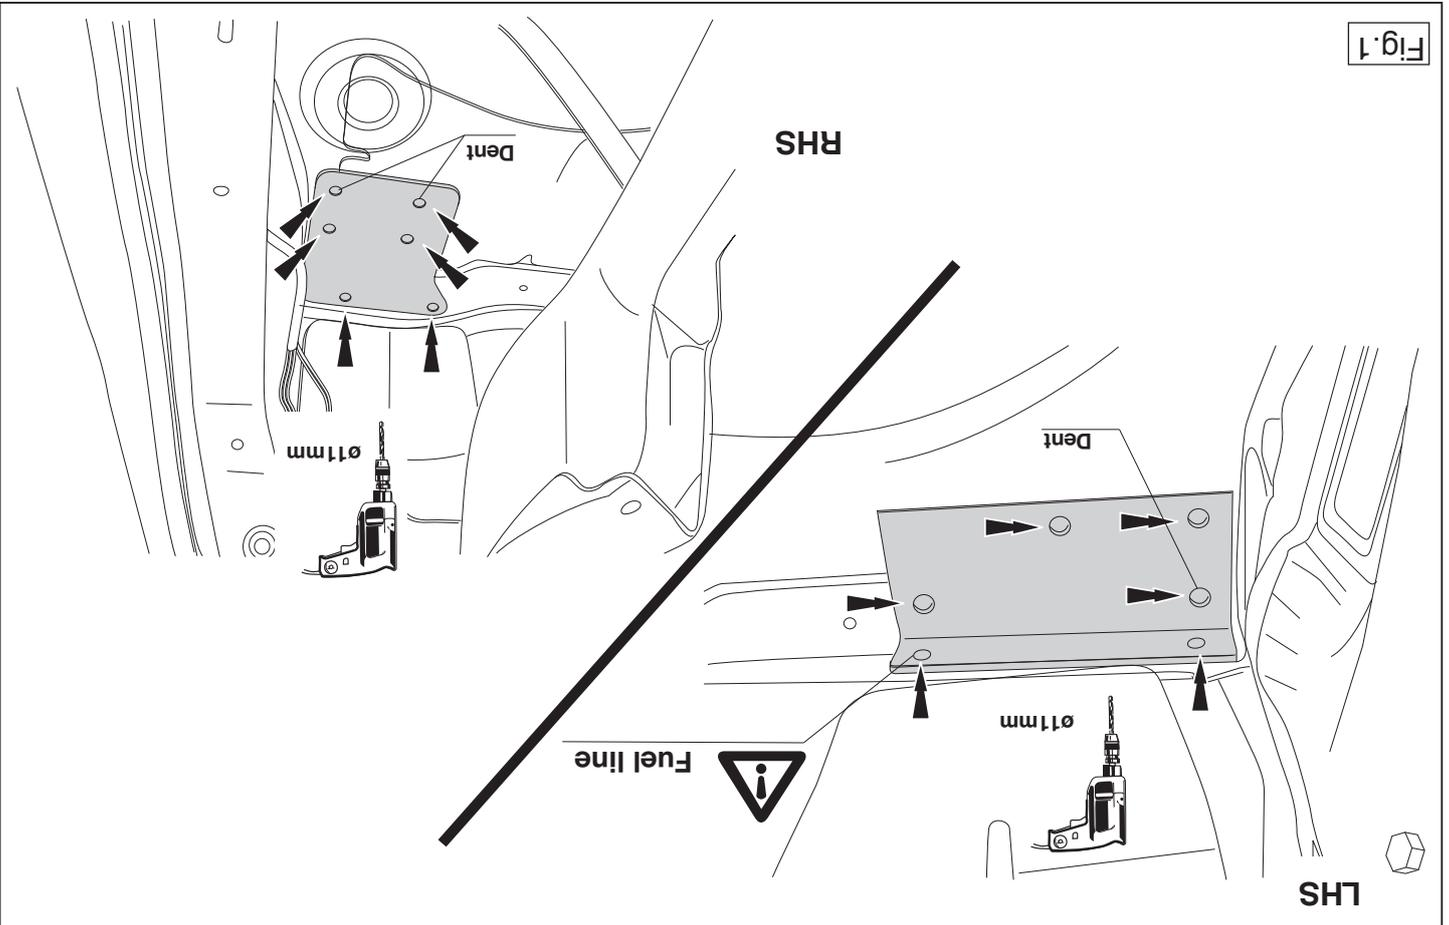

Fig. 1
5. Drill holes C,D and E to 11 mm see figure 1 **Do not drill through the fuelline.**
5. Die Löcher C, D und E etwa 11 mm durchbohren (siehe Abb. 1). Vor dem Bohren prüfen, daß kein Brennstoffleitung beschädigt werden können.
- Percer les trous C, D et E de 11 mm voir la figure 1. **Veiller en perçant à ne pas endommager le conduit de carburant.**
- Просверлить отверстия С, D и E до получения диаметра 11 мм (см. рис. 1). **При сверлении следите за тем, чтобы не задеть электропроводку и линии тормозной цепи и подачи горячего.**